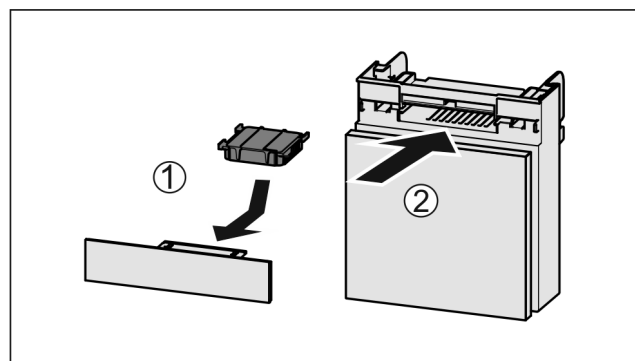

Fig. 135
- ▶ Установите фильтр с активированным углем, как показано на рисунке Fig. 135 (1).
- ▶ Вставьте отделение Fig. 135 (2).